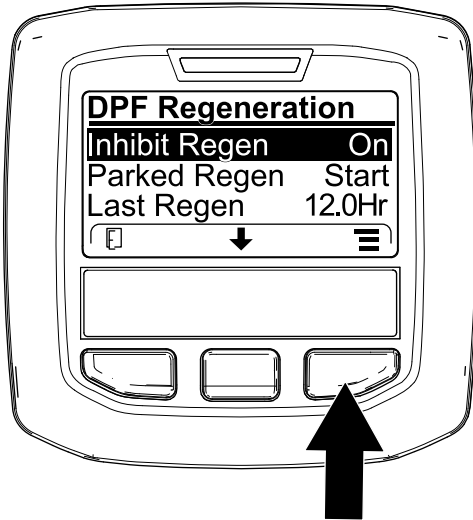
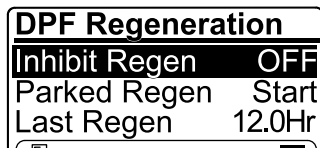

Figure 48
Figure 49
1. Ouvrez le menu DPF Regeneration (régénération du FAP), appuyez sur le bouton central pour naviguer jusqu'à l'option INHIBIT REGEN (interdiction de régénération), et appuyez sur le bouton droit pour la sélectionner (Figure 48).
2. Appuyez sur le bouton droit pour changer l'option d'interdiction de régénération de On (activée) à Off (désactivée) (Figure 48) ou inversement (Figure 49).